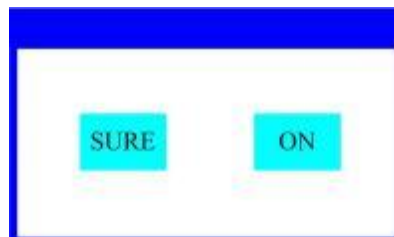

Figura 5 Determinazione della finestra di input
- IL importante i parametri sono determinato Attraverso la conferma finestra, come mostrato nella figura 5 sotto :